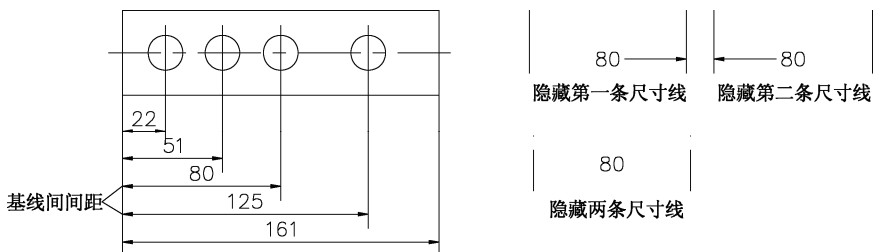

图 8-7 尺寸线区不同设定的效果
- (1) 颜色：通过下拉列表框选择尺寸线的颜色。
- (2) 线型：设置尺寸线的线型。
- (3) 线宽：通过下拉列表框选择尺寸线的线宽。
- (4) 超出标记：设置当用斜线、建筑、积分和无标记作为尺寸终端时尺寸线超出延伸线的大小。
- (5) 基线间距：设定在基线标注方式下尺寸线之间的间距大小。可以直接输入，也可以通过上下箭头来增减，如图 8-7 所示，示意了基线间距和隐藏的含义及效果。
- (6) 隐藏：可以在“尺寸线 1”和“尺寸线 2”两个复选框中选择是否隐藏尺寸线 1 和尺寸线 2。